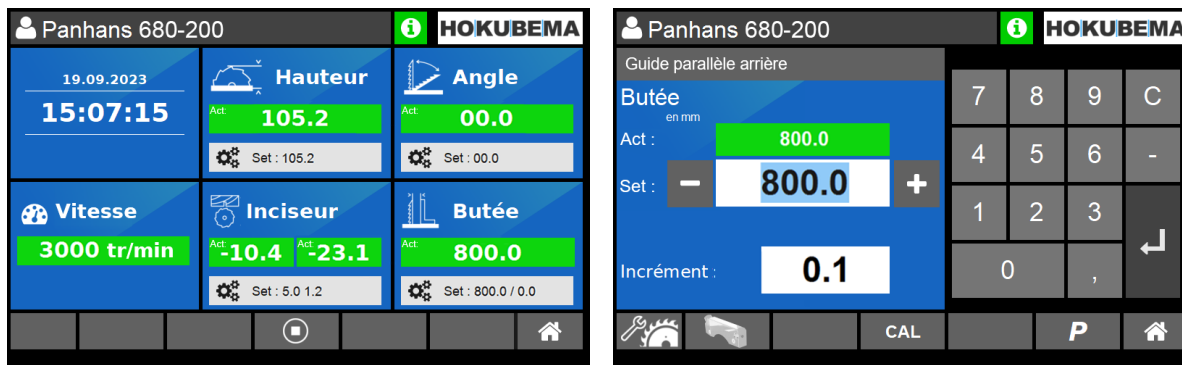

Figure 43 : positionner le guide parallèle
1. Pour pouvoir rabattre le guide parallèle, appuie sur le bouton **P** (voir ⇨ Figure 43).
3. Appuyez maintenant sur le bouton de positionnement (2)
1. Pour calibrer le guide parallèle, appuyez sur le bouton **CAL** (voir ⇨ Figure 43).
3. Appuyer sur le bouton de positionnement (2) dès qu'il clignote.
1. Pour pouvoir saisir la valeur d'offset, appuyez sur le bouton  (⇒ Figure 43 à droite).